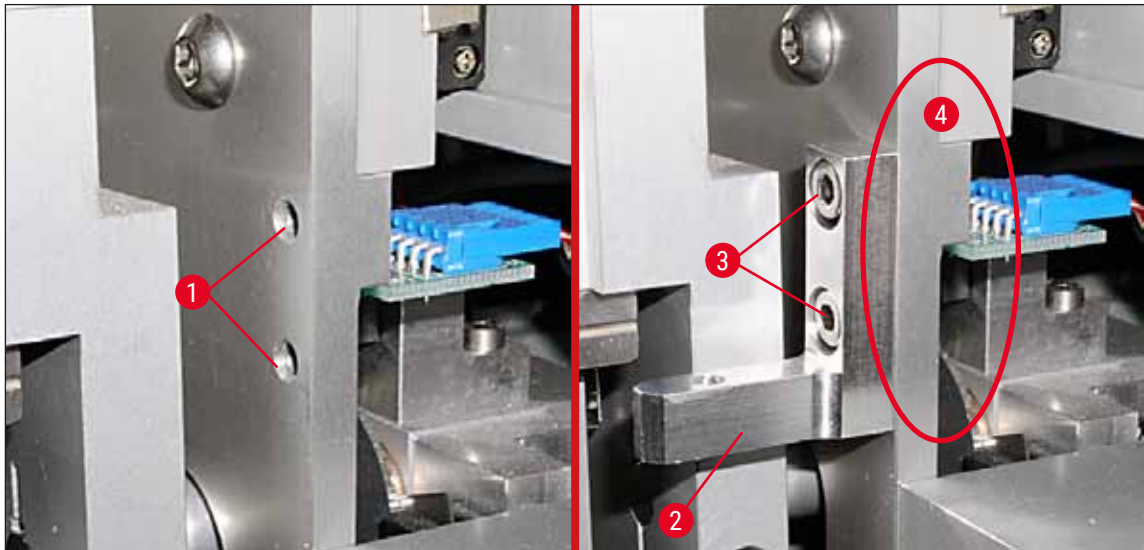

Fig. 21
2. Fixer d'abord l'équerre de montage (→ Fig. 21-2) dans les orifices (→ Fig. 21-1) de la paroi du boîtier (→ Fig. 21-4) avec les deux vis (→ Fig. 21-3). Veiller à ce que l'équerre de montage soit parallèle au bord de la paroi du boîtier (ellipse, (→ Fig. 21)).
2. Si le bord de la lamelle porte-objet touche le capot du porte-brosse, il est possible de procéder à un réglage fin après avoir dévissé les vis (→ Fig. 21-3) sur la paroi du boîtier (→ Fig. 21). Utiliser à cet effet le jeu disponible dans les orifices.